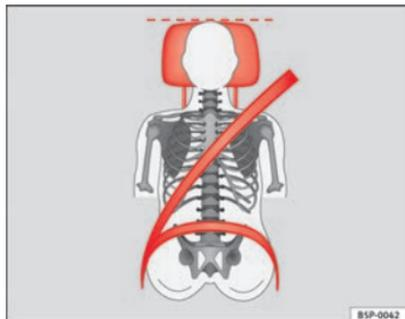

Fig. 12 Faixa do cinto de segurança e do encosto de cabeça regulados correctamente, vistos de frente
- A faixa do ombro deve passar aproximadamente ao meio do mesmo. O cinto de segurança tem de ficar bem cingido ao tronco do ocupante ⇒ Fig. 12.